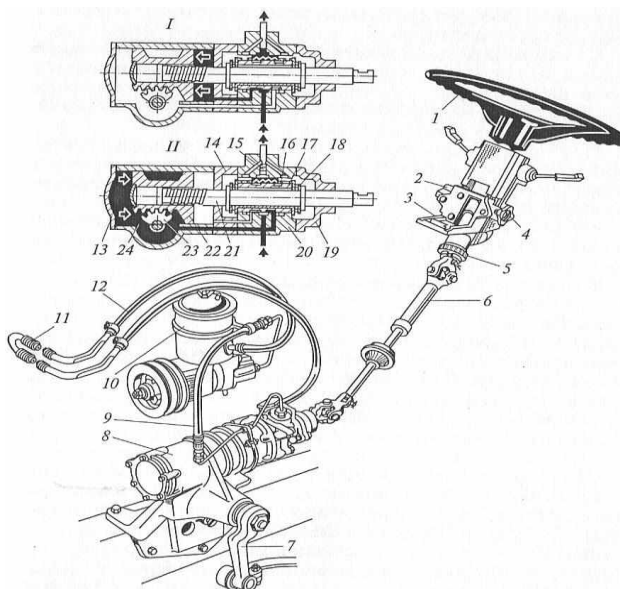

Рис.10.1. Система рулевого управления с гидроусилителем:
1. Изучить устройство рулевого управления автомобиля ЗИЛ-431410, использовать при изучении: учебные плакаты, инструкционные карты, рис.10.1.- 10.2.